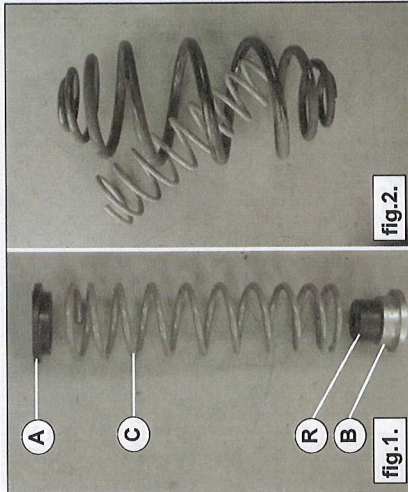

fig.1.
5. Druk de hulpveer C opzij, plaats veerhouder A, B en R tussen de hulpveer C en de eindwinding van hoofdveer 2. Zie fig. 1 en 3.
5. Push the auxiliary spring C aside, place springseat A, B and R between the auxiliary spring C the end coil of the mainspring 2. See fig. 1 and 3.